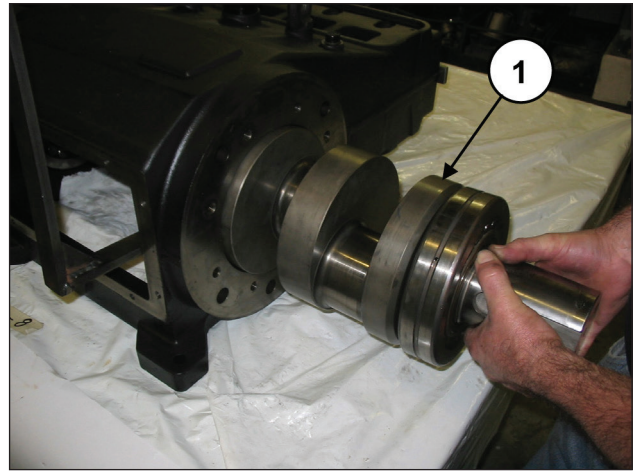
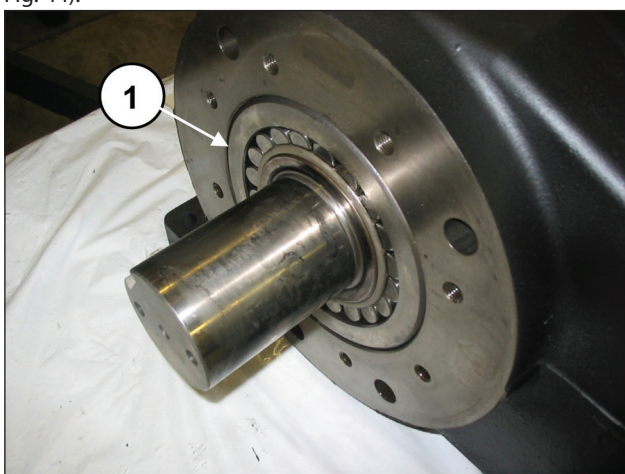

Fig. 30
Fig. 44
Extraer el eje y el cojinete (pos. ①, Fig. 30).
Introducir el eje (pos. ①, Fig. 30) hasta que el cojinete premontado se encuentre a ras del borde del cárter (pos. ①, Fig. 44).